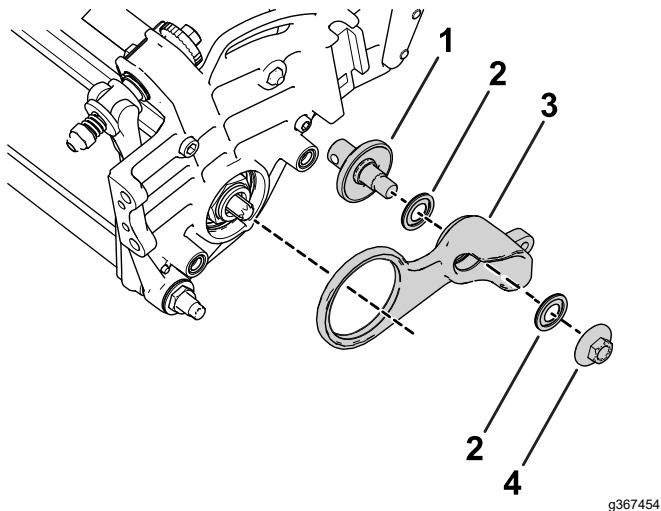

Figura 10
1. Monte as peças soltas no conjunto do rolete como se mostra na Figura 10.